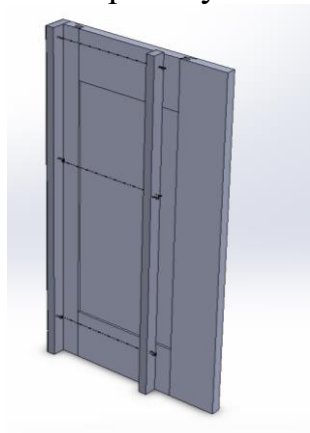

Рис. 38
- шурупами 4x30 соединить вертикальную планку и боковой дистанциатор (Рис. 38)